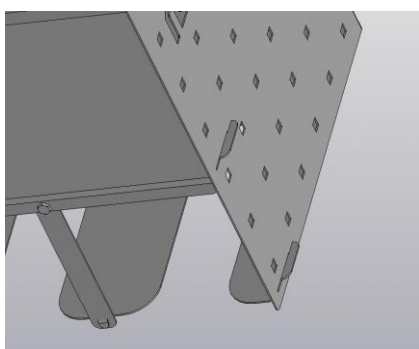

Рис.1
1. Последовательно установить полки посредством соединения шип-паз (Рис.1) и болтового соединения сначала к одной боковой стенке, затем к другой.